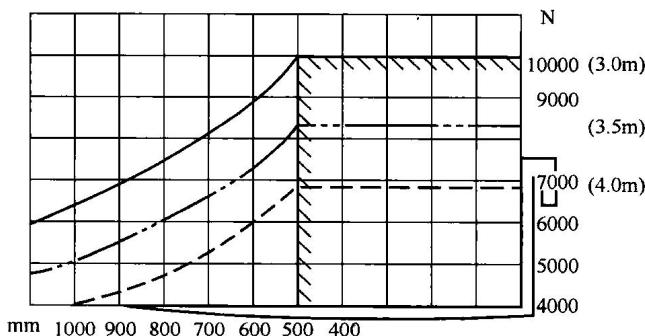

图 1-12 1t 叉车载荷特性曲线
(3) 载荷曲线 表示承载的重量随载荷中心距和起升高度的不同而变化的曲线。以 1t 叉车为例的载荷特性曲线，如图 1-12 所示。